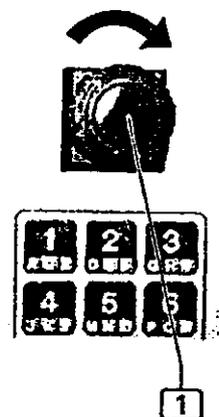

Abb. 30
8. Рис. 30: Обметочный автомат дает высокую производительность благодаря совмещенному способу работы: В процесс машинной обработки могут включаться до четырех деталей брюк.
1. **Рис.30: Нажать на кнопку Стоп-программа.**